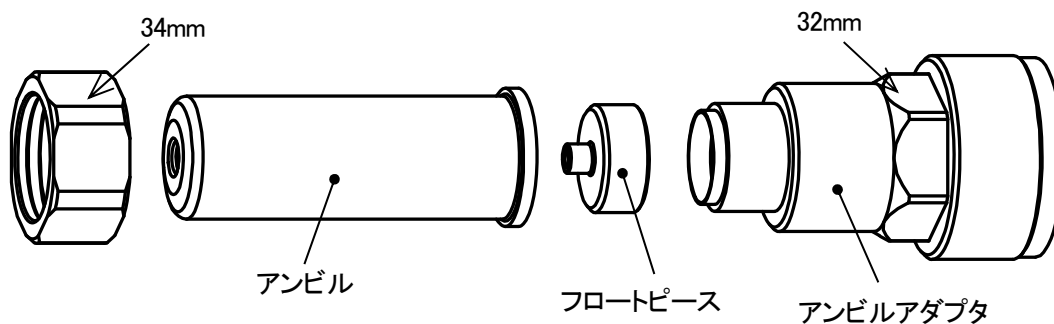

図 7-3
- ④ 34mm スパナと 32mm スパナ又はモンキーレンチ等を使用して、ロックナットとアンビルアダプタをそれぞれ取り外してください。このとき外れてくる部品を図 7-3 に示します。